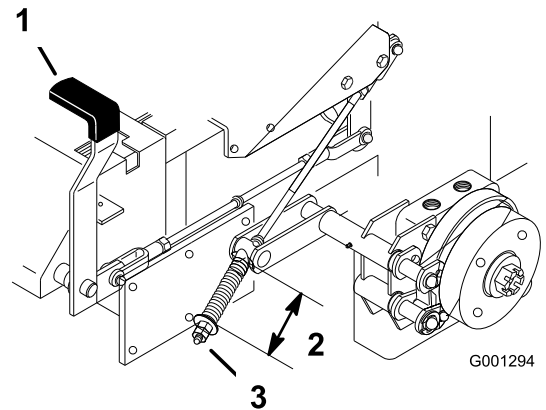

Figura 59
2. Mida la longitud del muelle. La medida debe ser de 64 mm entre las arandelas (Figura 59).
3. Si es necesario un ajuste, quite el freno de estacionamiento, afloje la contratuerca que está debajo del muelle y ajuste la tuerca que está directamente debajo del muelle (Figura 59). Gire la tuerca hasta obtener la medida correcta. Gire la tuerca en el sentido de las agujas del reloj para acortar el muelle y en el sentido contrario a las agujas del reloj para alargar el muelle.